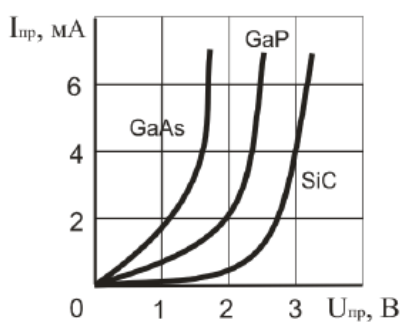

Рис. 3.23. ВАХ світлодіода.
1) вольт-амперна характеристика – це залежність струму через світлодіод від прикладеної напруги $I_{np} = f U_{np}$ (рис. 3.23).